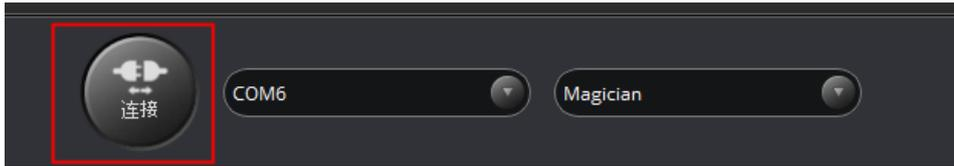

图 2.13 单击连接
**步骤 2** 在DobotStudio界面的左上角单击“连接”。如图 2.13 所示。